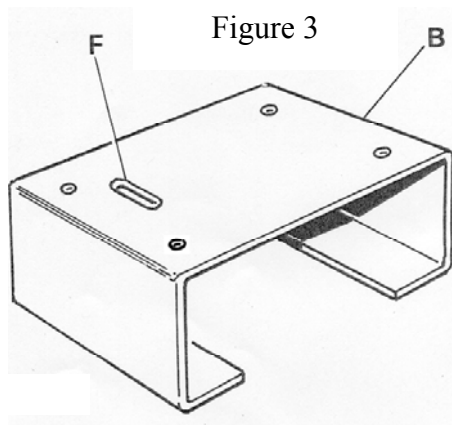

Figure 4
- Placée en respectant les dimensions du dessin (cfr. figure 4)
- Nivelée (L) de façon à être parfaitement horizontale